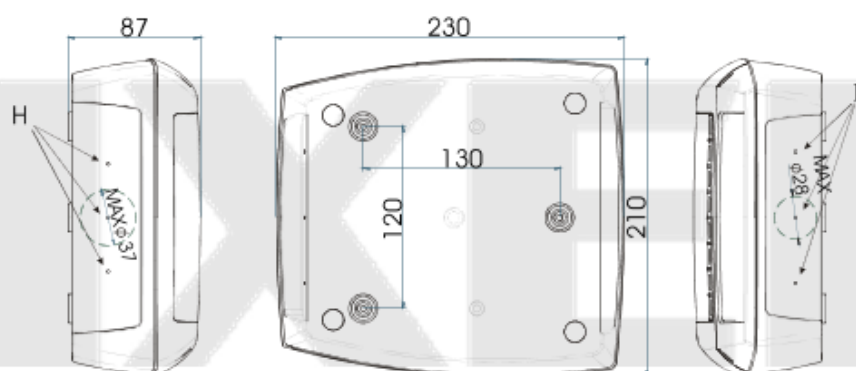

FIG. 3
3. Für die Kabeldurchführungen sind auf dem Boden des Cool Mate Markierungen angebracht (Bild 3, H, I, J). Danach 3 Löcher bohren, wie in Bild 3 (L, M, N) gezeigt, um den Cool Mate zu befestigen.
5. Wandbefestigungsblöcke in die Bohrungen einbringen. Den hinteren Teil des Cool Mate mit den 3 Schrauben befestigen und vorher die beigelegten O-Ringe unterlegen (Bild 3, L, M, N).
5. Für die Kabeldurchführungen sind auf dem Boden des Cool Mate Markierungen angebracht (Bild 3, H, I, J).